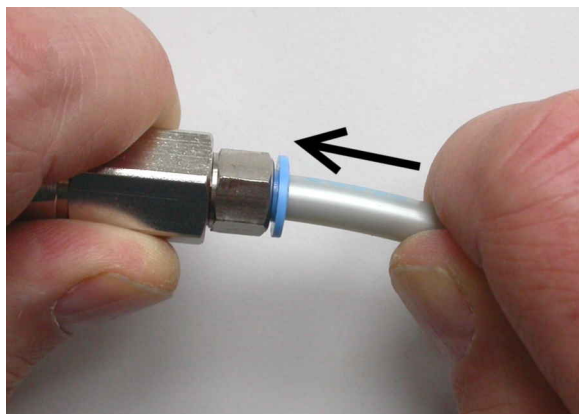

Рис. 6-4: Сборка нажимно-вытяжного адаптера (слева) и шланга 6 мм (справа)
5. Полностью ввести шланг в адаптер, как показано на рис. 6-4.